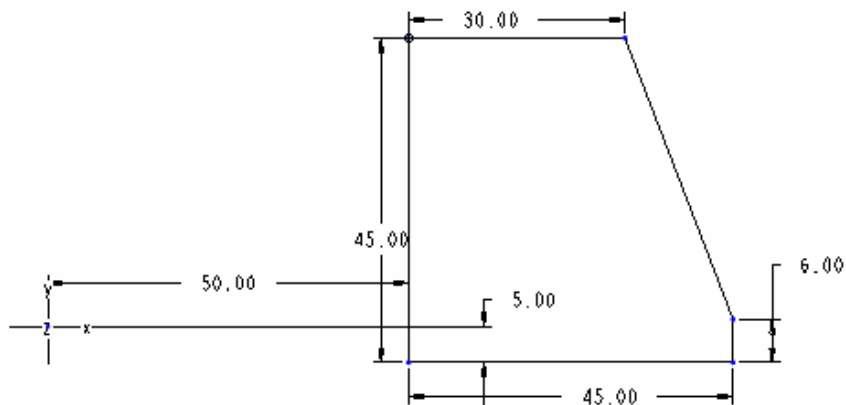

图 8-4
(2) 在信息区显示的文本栏中依次输入“30”、“30”、“30”, 作为第 2 个截面绕相对坐标系的 X、Y、Z 轴 3 方向旋转的角度。
(3) 系统再次进入草绘工作环境, 建立相对坐标系并绘制第 2 个截面, 如图 8-4 所示。